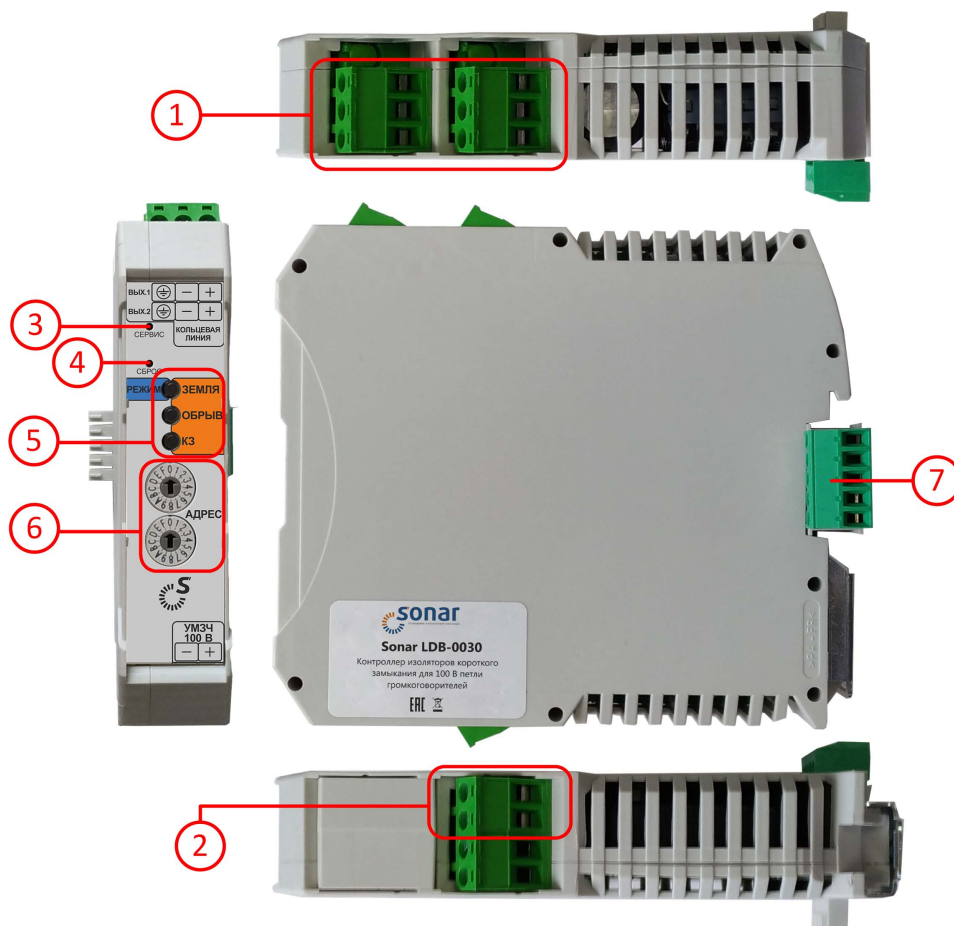

Рисунок 1.
5.1.2 Плата контроллера имеет следующие элементы коммутации, управления и индикации (см. рис.1):
- Трехконтактные клеммные колодки – для подключения к кольцевой трансляционной линии (1);
- Двухконтактная клеммная колодка – для подключения к усилителю мощности (2);
- Кнопка включения режима конфигурирования (3);
- Кнопка сброса режима неисправности линии (4);
- Индикаторы состояния кольцевой трансляционной линии (5);
- Переключатели для установки адреса устройства (6);
- Пятиконтактная клеммная колодка для подключения источника питания (контакты 1, 2), подключения контроллера к линии интерфейса RS-485 (контакты 3, 4), подключения типа «сухой контакт» для выдачи сигнала «общая неисправность» (контакты 5, 2) (7):
5.2.3. При обнаружении неисправности трансляционной линии, включаются светодиодные индикаторы состояния (4) (см.рис.1). Информация о состоянии локализованного сегмента передаётся по шине RS-485, а также в виде дискретного сигнала.